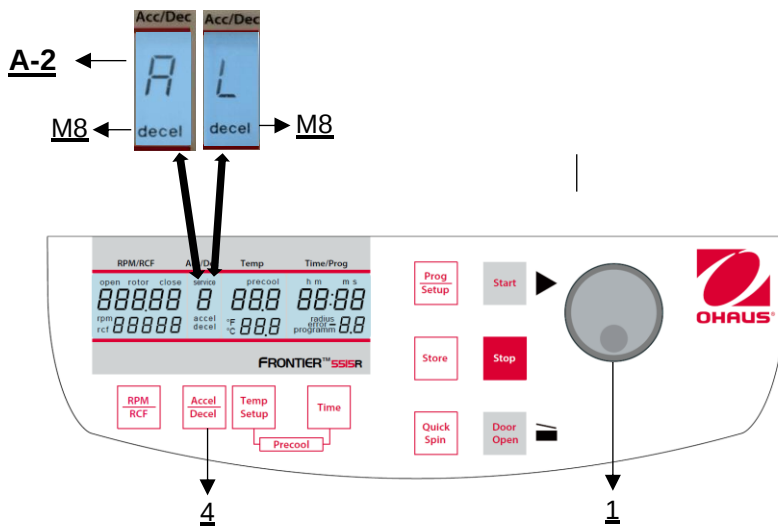

Abbildung 18
Wird die Taste **"Accel/Decel"** (4) dreimal gedrückt, blinkt das Wort **"decel"** (M8) im Anzeigefeld **"Acc/Dec"** (A-2). Nun kann mit dem Einstellknopf (1) die gewünschte Bremskurve vorgewählt werden (siehe Abbildung 18). Der Kennbuchstabe "L" steht für eine lineare Bremskurve. Dies bedeutet, dass der Rotor während der gesamten Bremsphase gleichmäßig abgebremst wird. Die Bremskurve mit dem Kennbuchstaben "A" ermöglicht ein sanftes Abbremsen. Ihre Bremsgeschwindigkeit (Rpm/s) wird dynamisch angepasst, was bedeutet, dass empfindliche Proben während der Bremsphase nur leicht verwirbelt werden. Dies führt zu einem besseren Trennungsergebnis.